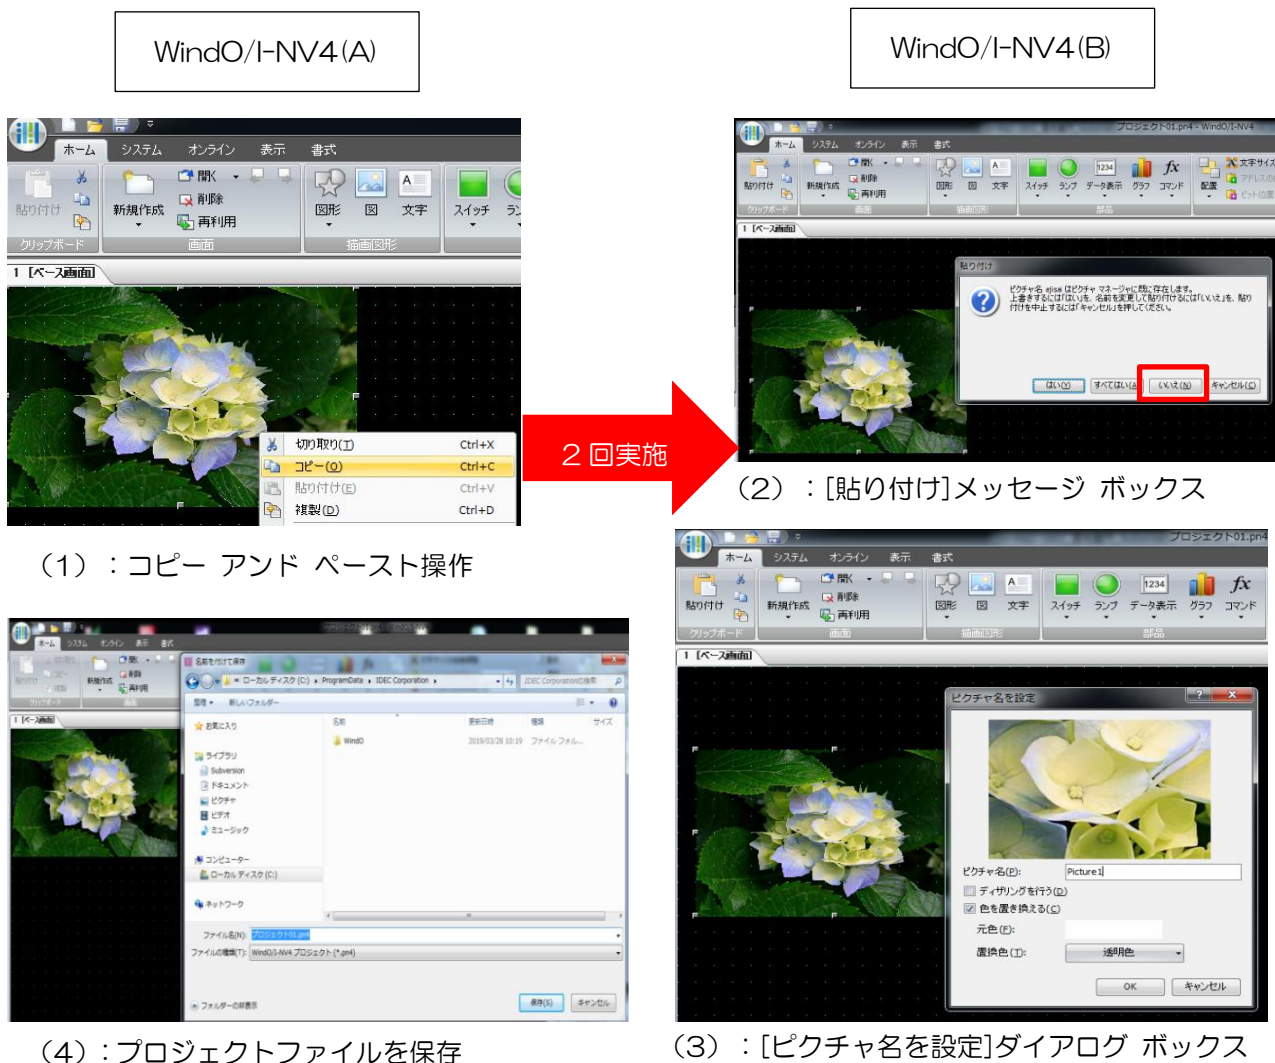

図 5-1 : 2 つの WindO/I-NV4 間で同じ図を 2 度コピー アンド ペーストした場合の例
2. 「Aの編集画面上で使われているピクチャ マネージャーの図を使用している部品」を「Bの編集画面」に2回コピー アンド ペーストする。(図 5-1 (1))
3. Bで表示される[貼り付け]メッセージ ボックス (図 5-1 (2)) で[いいえ]ボタンを選択すると、[ピクチャ名を設定]ダイアログ ボックスが表示される。(図 5-1 (3)) 本ダイアログ ボックスを表示した状態で、Aのプロジェクト ファイルを保存する。(図 5-1 (4))